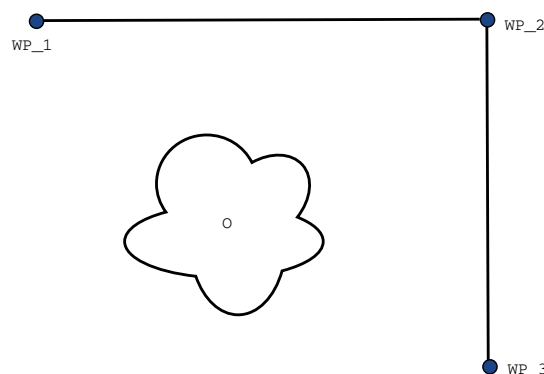

Abbildung 15.2: WP\_1: Ausgangsstellung, WP\_2: Zwischenziel, WP\_3: Aufnahmeposition, O: Hindernis.
**Beispiel** Betrachten wir beispielsweise eine Pick-and-Place-Anwendung (siehe Abbildung 15.2), bei der sich der Roboter aktuell am Wegpunkt 1 (WP\_1) befindet und ein Objekt am Wegpunkt 3 greifen (WP\_3) soll. Um Kollisionen mit dem Objekt und anderen Hindernissen (O) zu vermeiden, muss sich der Roboter WP\_3 aus der Richtung von Wegpunkt 2 kommend (WP\_2) nähern. Es werden also drei Wegpunkte für die Bahn einbezogen, um die Anforderungen zu erfüllen.